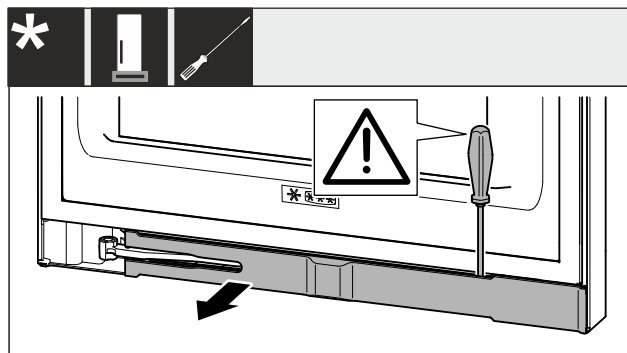

Fig. 3
- ▶ Przy pomocy śrubokręta wyczepić zaślepki i odchylić w bok Fig. 3 ()